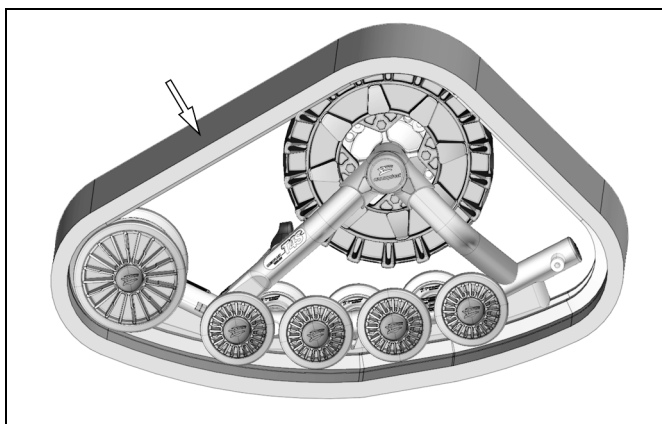

Figure 29
- Installer la chenille de caoutchouc. Voir la Figure 29.